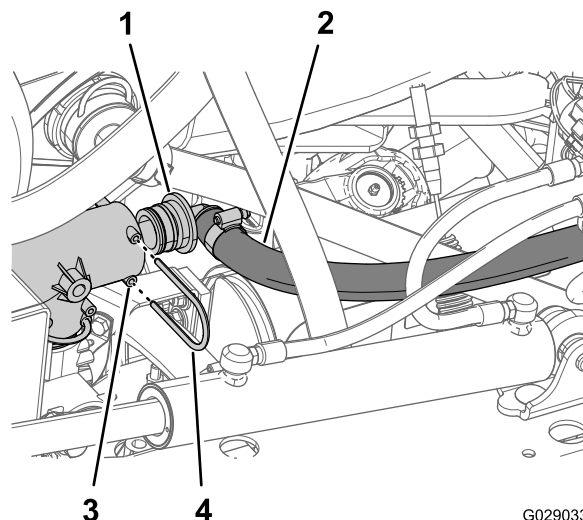

Figura 41
1. Instale o encaixe redutor na extremidade do tubo de transferência na porta interior da união em T superior (Figura 41).
2. Prenda o encaixe retentor à união em T com um retentor (Figura 41).